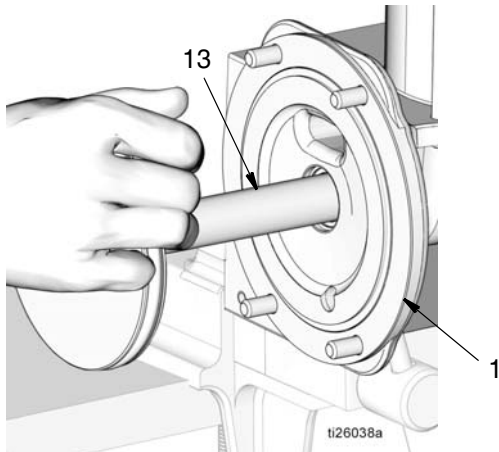

FIG. 50
- f. Appliquer une légère couche de graisse sur le pourtour et sur toute la longueur de la tige de piston (13). Pousser doucement la tige de piston dans la base de la pompe (1) en appliquant un mouvement de rotation pour faire passer la tige à travers les joints et entretoises précédemment montés (FIG. 50).